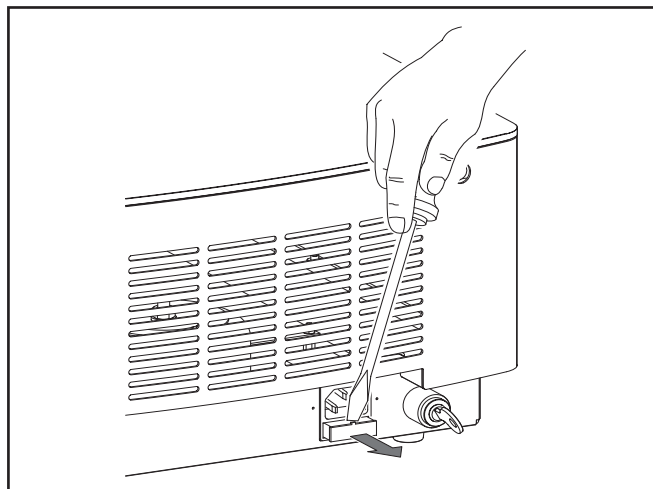

Abbildung 22
- Die Sicherungen befinden sich in einem kleinen Kunststoffgehäuse, das durch das Einführen eines Flachklingen-Schraubendrehers in den mittleren Schlitz und Ziehen nach außen herausgenommen wird (*Abbildung 22*);